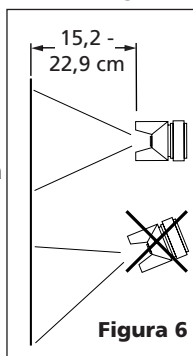

Figura 6
- Comience a rociar. Siempre mantenga la pistola en los ángulos correctos (Vea la Figura 6).